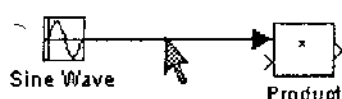

图 6-44
- (1) 把鼠标指针移到连线上的某一点,且这一点是你所需要的顶点,如图 6-44 所示。